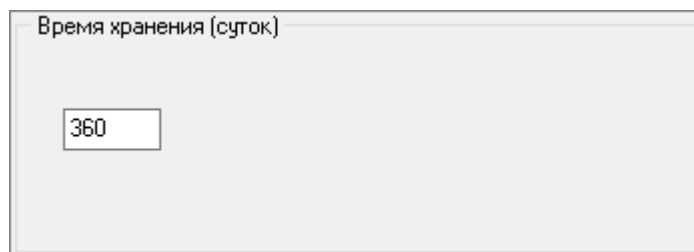

Рисунок 4-61 Период хранения персонала в архиве
- указать период хранения персонала в архиве (см. Рисунок 4-61);